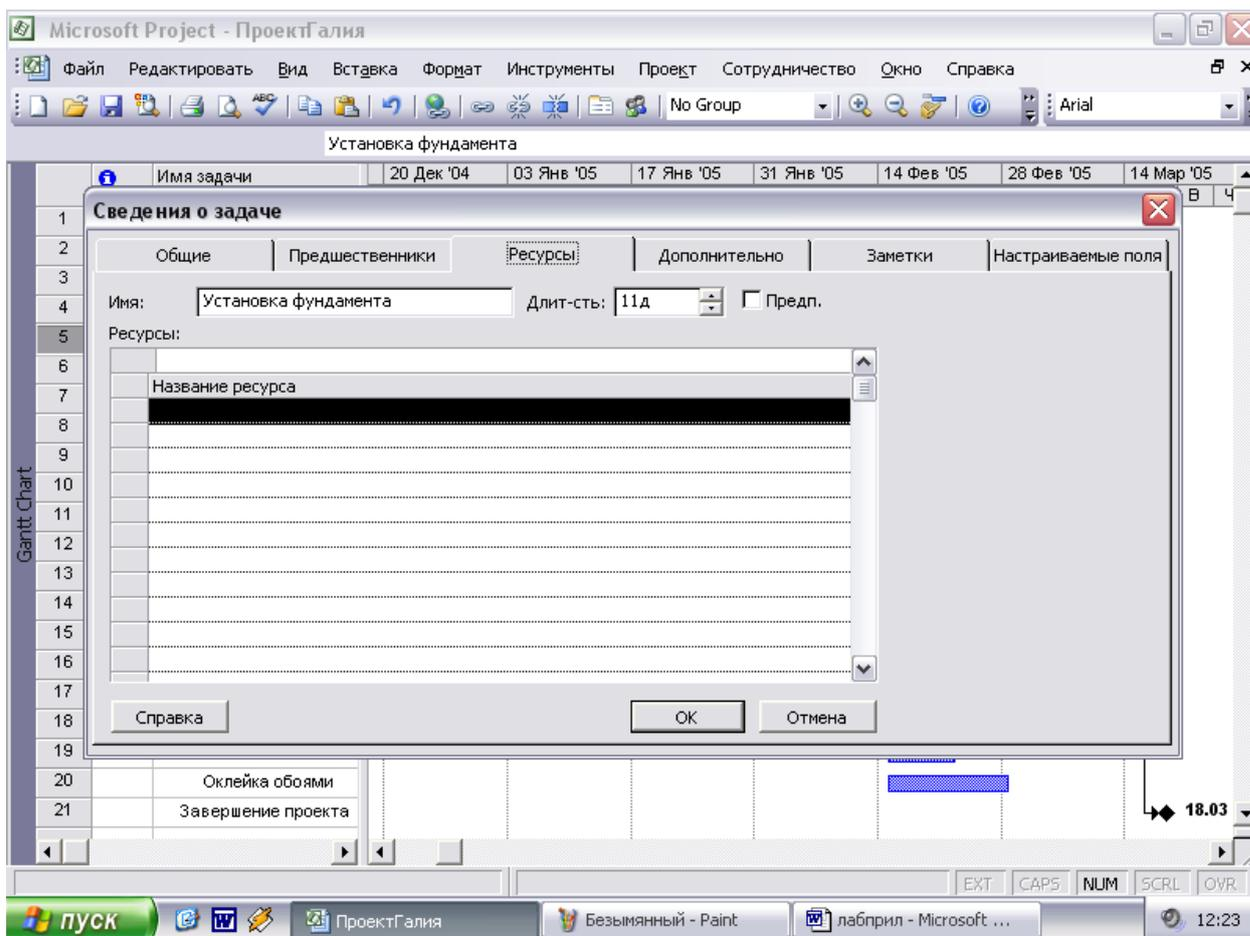

Рис.12.Вкладка **Ресурсы** диалога **Сведения о задаче**
- Выберите вкладку **Ресурсы**. (рис.12).